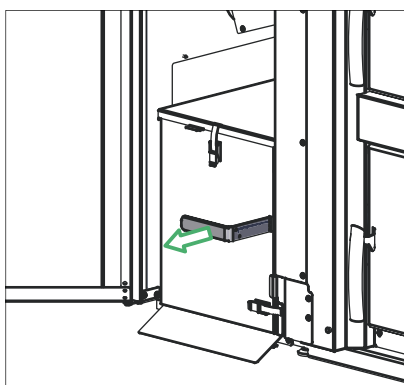

Fig. 31 Estrarre la maniglia
- Estrarre la maniglia del contenitore cenere fino in battuta, in modo da poter chiudere le aperture laterali del contenitore – Fig. 31.